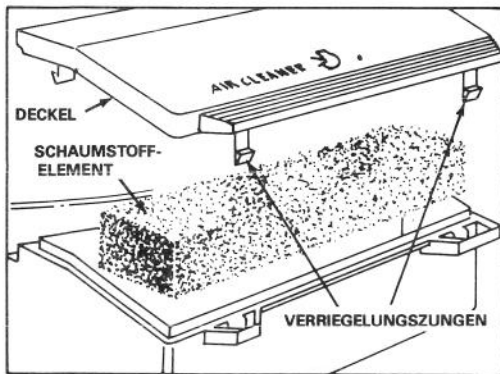

Bild 11
2. Verriegelungszungen eindrücken und Luftfilterdeckel abheben. Deckel gründlich reinigen (Bild 11).
3. Ist die Oberseite des Schaumstoffelements verschmutzt, vom Filterkörper abheben (Bild 11). Gründlich reinigen.